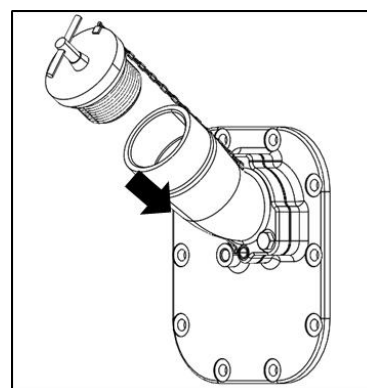

Рис. 4.1 А – Маслозаливная горловина (для примера)
- Залив моторного масла (рис. 4.1А)